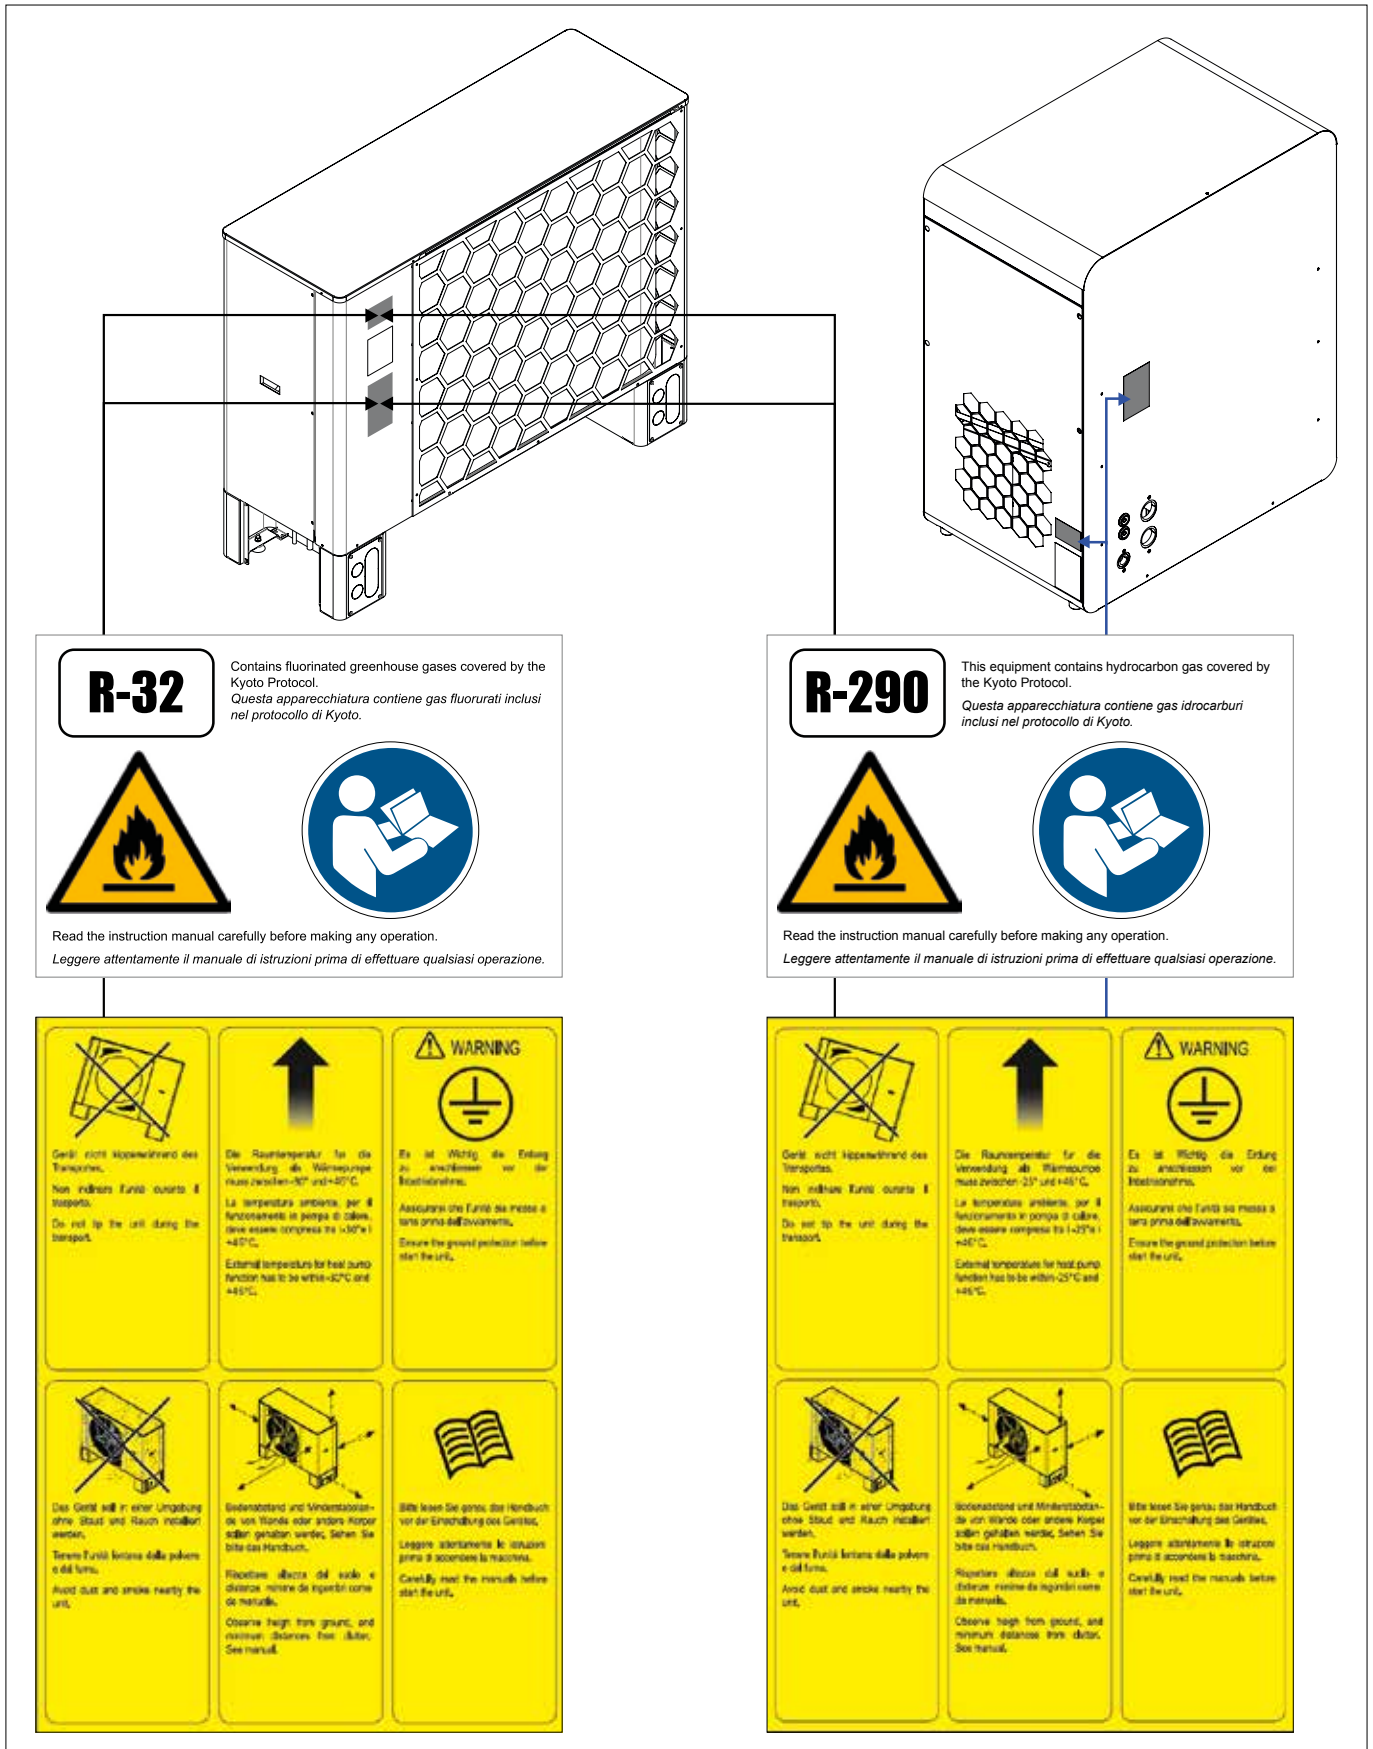

ABB. 26 (Sicherheitsschilder auf der Maschine)
- 2) Bringen Sie das Hebezeug an, wie angegeben in **ABB. 26**
DIE TRAGFÄHIGKEIT DER SEILE, BÄNDER UND / ODER SCHLINGEN VERRINGERT SICH, WIE DER WINKEL „ β “ (**S. ABB. 26**) ZUNIMMT.